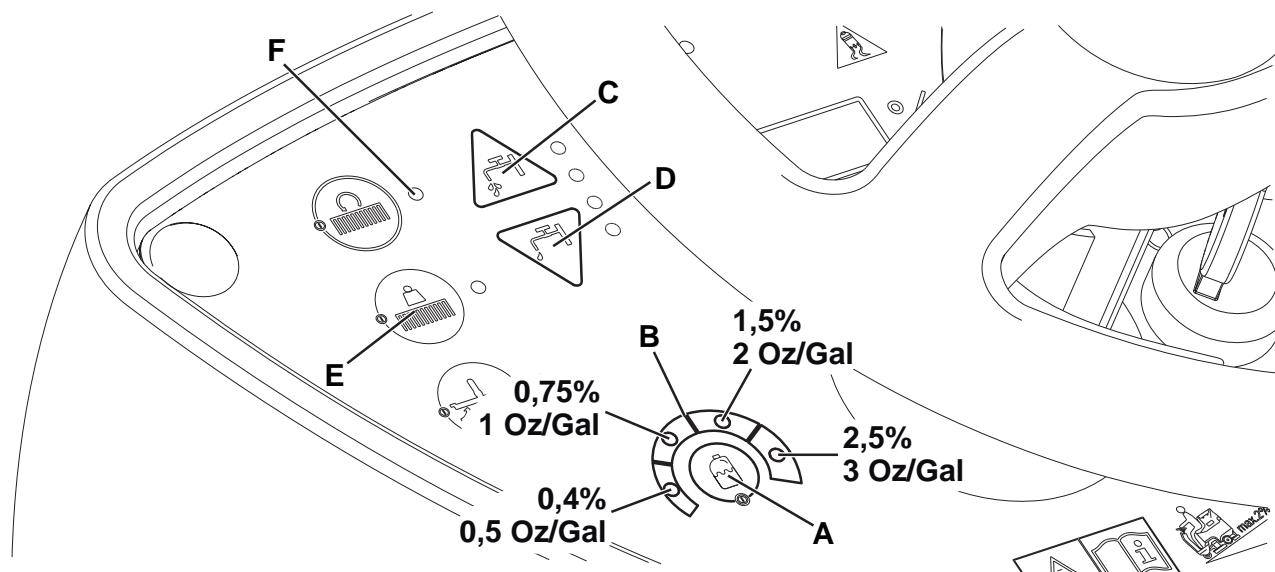

Figura 5
- La concentración media de detergente ajustada cambia en correspondencia del LED sector (B) iluminado, como indicado en la figura 5.
- Pulsar varias veces el interruptor (A) para cambiar la concentración de detergente hasta llegar al valor deseado, o resetear el detergente (todos los LED apagados).